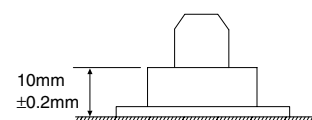

Fig. 21
- Die Wickeltellerhöhe ist mit Unterlegscheiben auf  $10\text{mm} \pm 0,2\text{mm}$  einzustellen (Fig. 21). Nicht an den Vertiefungen des Laufwerkträgers messen.